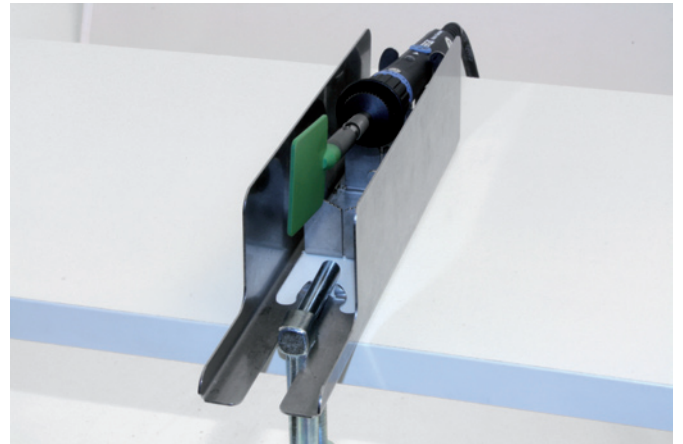

Abb. 4
- 4 Zunächst das Kabel durch die hintere Aufnahme führen und den LötKolben TC nach hinten einführen. (Abb. 4)